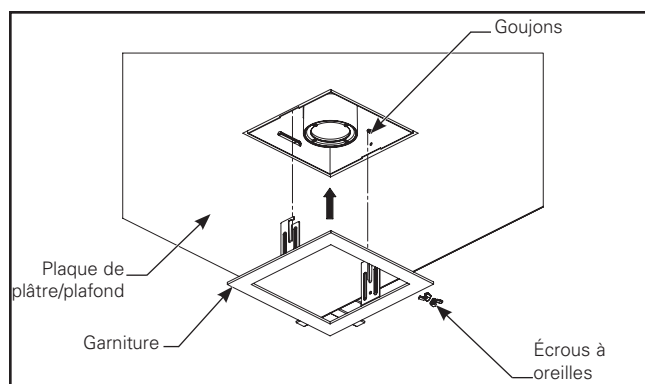
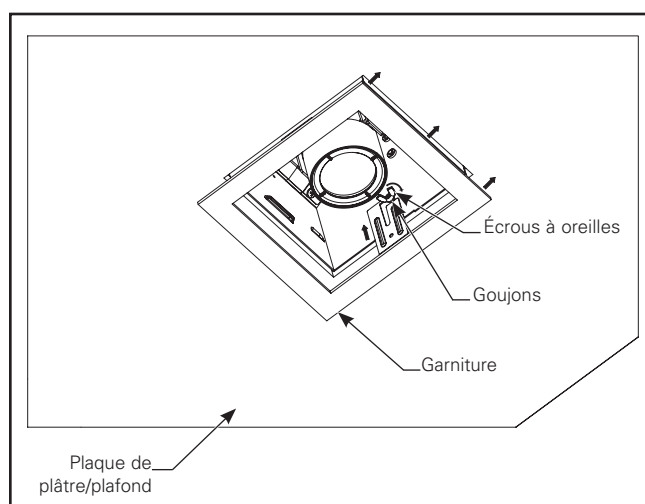
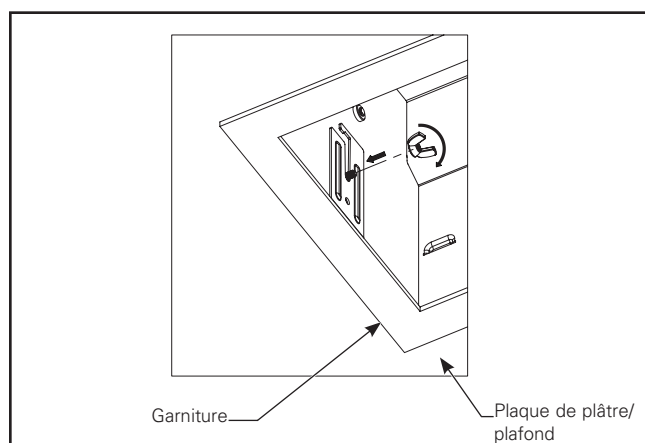

Figure 1.13.
Figure 1.14.
Figure 1.15.
6. Installez une plaque de plâtre ou une tuile de plafond à égalité avec le rebord du boîtier; placez la garniture sur le boîtier et insérez-la dans les goujons (Figure 1.13). Installez des écrous à oreilles sur les goujons. Placez le crochet de la garniture sur les goujons. Tout d'abord, poussez un côté de la garniture à l'intérieur et serrez l'écrou à oreilles (Figure 1.14), puis faites de même du côté opposé. (Figure 1.15)